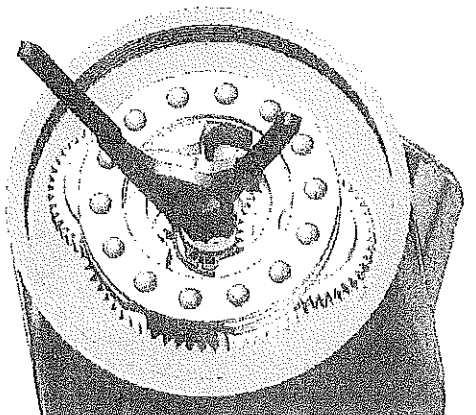

Figura 16
4. Remova a peça da posição 43 da peça da posição 32.2 usando um alicate para anel de retenção (Figura 29), como mostrado na Figura 16.